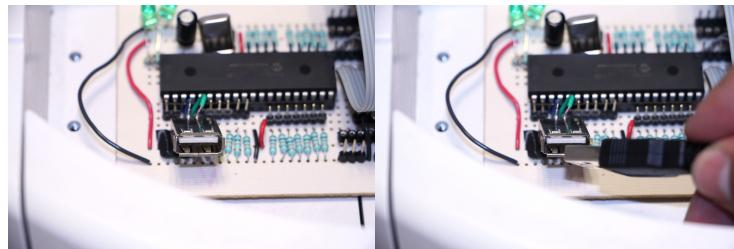

Figura 2.2: Conexión de los sensores externos mediante un cable USB
2. Conecte un cable USB al puerto correspondiente de la placa fenólica como se muestra en la figura 2.2.